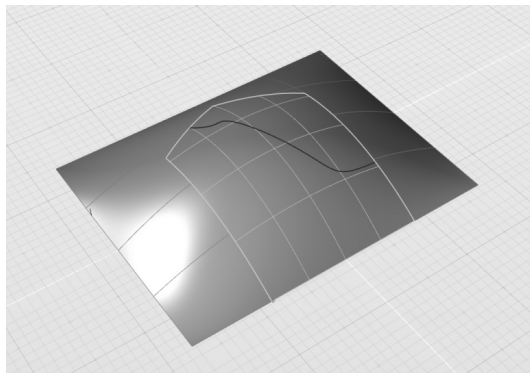

图 4-95 构建补块曲面
2) 激活“补块”工具, 当控制台提示“拾取边界曲线或曲面边界”时, 依次选择修剪曲面内部的所有边界, 以及同样起到边界作用的“融合曲线#01”, 按〈Enter〉键或空格键确认, 如图 4-95 所示。